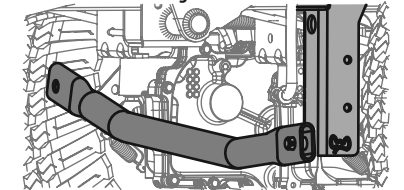

Figura 50
- Extraiga el pasador de chaveta con unión curva que está del lado izquierdo de la barra, que conecta la barra con el soporte del bastidor. Consulte la Figura 50.